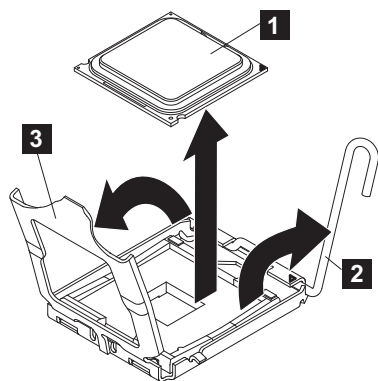

Figura 296. Abrindo o quadro de suporte do microprocessador do SAN Volume Controller 2145-CG8 ou 2145-CF8
11. Libere a alavanca de liberação do microprocessador (**2** na Figura 296 na página 371), pressionando a extremidade curva da alavanca para baixo, afastando aquela extremidade do meio do processador, e liberando a alavanca para cima, para a posição aberta.
12. Abra o quadro de suporte do microprocessador levantando a guia que está na borda superior. Mantenha o quadro do suporte na posição aberta, conforme mostrado na Figura 296.